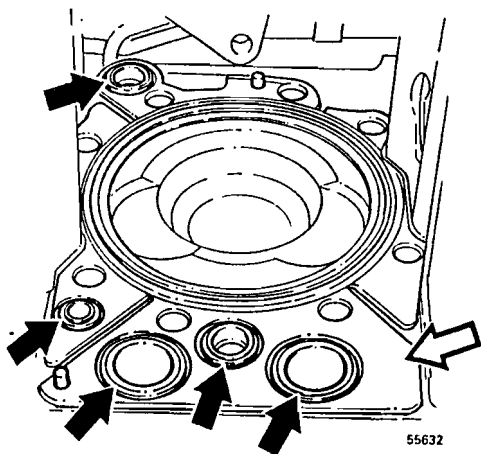

Fig. 121
- 56 Montar nuevos anillos de estanqueidad y una nueva junta en el bloque, ver fig. 121.